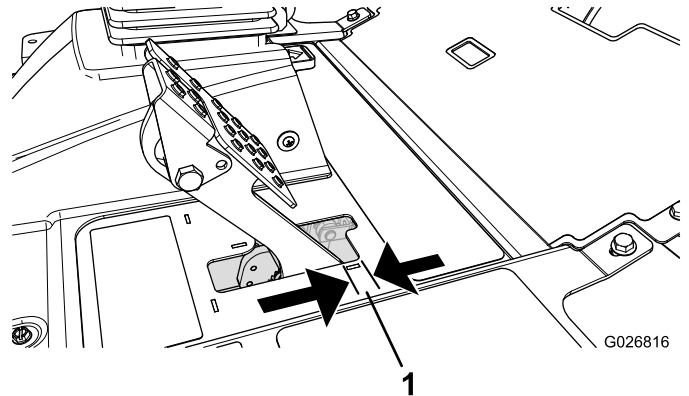

Figura 138
4. Carregue ligeiramente no pedal do travão; e meça a distância a que o pedal se move sem resistência (Figura 138).
Nota: Ajuste os travões se o pedal do travão apresentar uma folga superior a 2,5 cm (Figura 138) ou se for necessária mais força do travão de estacionamento.
6. Aperte as porcas traseiras para deslocar o cabo para trás, até que o pedal dos travões apresentem uma folga de 6 a 13 mm (Figura 138) antes de o travão de estacionamento engatar as rodas.